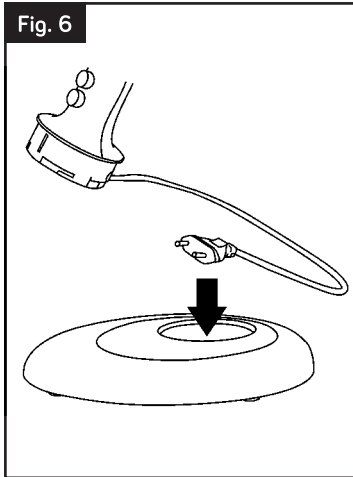

Fig. 7
6. Introduzca la carcasa del motor en la placa de soporte (fig. 7).